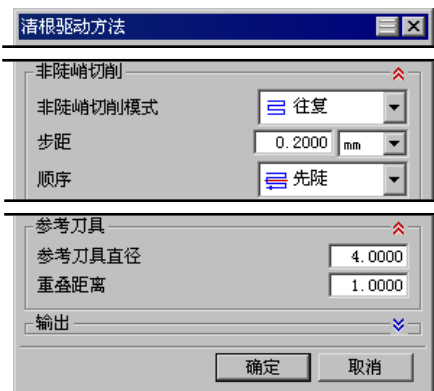

图 8.24 设置驱动设置
Step1. 单击“清根参考刀具”对话框 **驱动方法** 区域的“编辑”按钮 ，然后在系统弹出的“清根驱动方法”对话框，设置图 8.24 所示的参数。